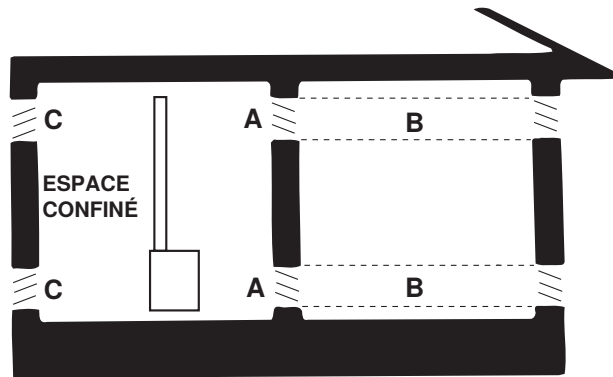

Figure 2. Ouvertures d'air de combustion en espace confiné (se référer au Tableau 4)
- Dans un espace clos, même une petite fuite d'air peut créer une pression négative nuisant à la combustion. Il ne faut jamais installer un appareil de chauffage dans un espace clos sans prévoir des orifices muraux appropriés d'entrée et sortie d'air. Prévoyez des orifices près du sol et du plafond pour la ventilation et l'air de combustion, conformément à la Figure 2, selon la provenance de l'air de combustion et comme indiqué dans le Tableau 4.
*Voir Figure 2.